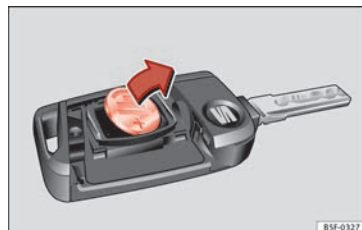

Fig. 126 Chiave del veicolo: estrarre la batteria.
- Estrarre la batteria dal vano con un oggetto fino adatto » fig. 126.
- Collocare la nuova batteria come illustrato » fig. 126 e inserirla nel vano batteria nella direzione contraria a quella indicata dalla freccia » ❷.